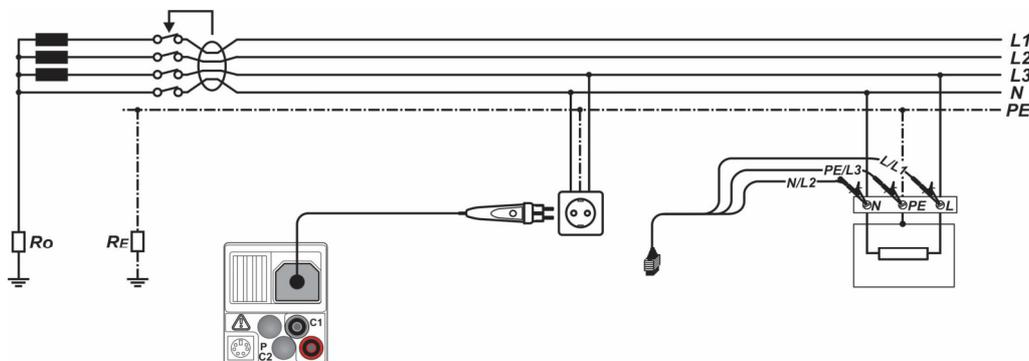

Abbildung 5.17: Anschluss des optionalen Commander-Prüfsteckers (044149) und der 3-Leiter-Prüfleitung
- Kontaktieren Sie die Prüflleitungen an das Prüfobjekt (siehe Abbildung 5.17).
- Kontaktieren Sie die Prüfleitungen an das Prüfobjekt (siehe Abbildung 5.17).
<ul style="list-style-type: none"> <input type="checkbox"/> Wählen Sie mit dem Funktionswahlschalter die Schaltstellung FI/RCD. <input type="checkbox"/> Stellen Sie die Unterfunktion auf AUTO. <input type="checkbox"/> Stellen Sie die Prüfparameter ein. <input type="checkbox"/> Kontaktieren Sie die Prüfleitungen an das Prüfobjekt (siehe Abbildung 5.17). <input type="checkbox"/> Drücken Sie die Taste TEST, um die Messung zu starten. 	Start der Prüfung